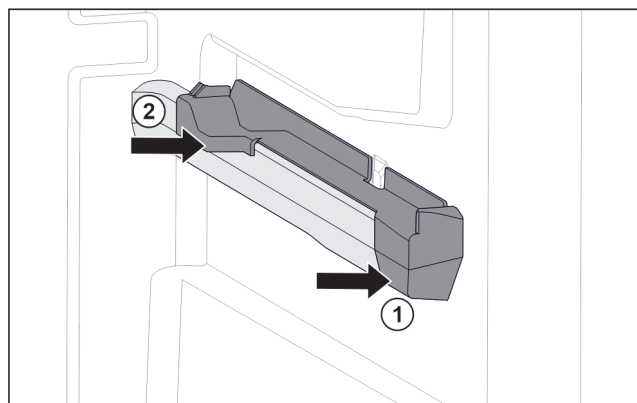

Fig. 59 Élément emboîtable sur la nervure de récipient droite
- ▶ Poser le devant de l'élément emboîtable contre la nervure de récipient. Fig. 59 (1)
- ▶ Enfoncer l'arrière de l'élément emboîtable. Fig. 59 (2)